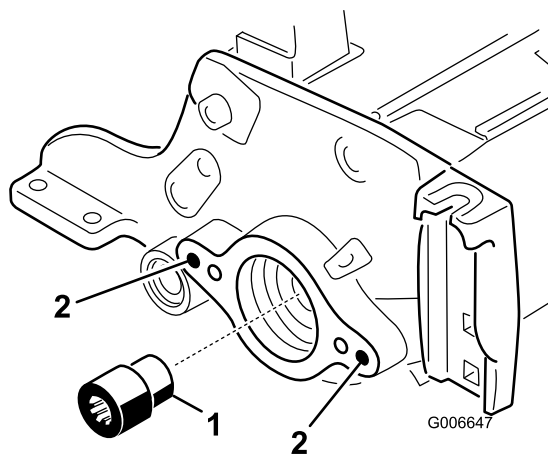

Bild 22
19. Nehmen Sie mit dem Werkzeug für die Spindelantriebswelle, Bestellnummer TOR 4074, den Keileinsatz vom Spindelmotorende der Spindelwelle ab (Bild 22). Verwenden Sie das Werkzeug für die Spindelantriebswelle, Bestellnummer TOR4112, für die Modelle 03665 und 03666 und das Werkzeug für die Spindelantriebswelle, Bestellnummer TOR4074, für die Modelle 03685 und 03686. Entfernen Sie alle Schmiermittelrückstände aus dem Gewindeloch, in das der Keileinsatz eingesetzt war.
20. Montieren Sie den neuen (längeren) Keilansatz an der Spindelwelle (Bild 22). Schmieren Sie Loctite auf den Einsatz, bevor Sie ihn einbauen. Ziehen Sie auf 115 bis 129 Nm an.